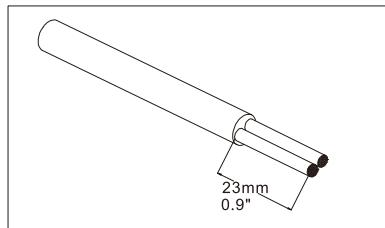

Figura 2
- a) Descasque o revestimento externo do cabo 0,9 polegadas (23 mm) (Figura 2).